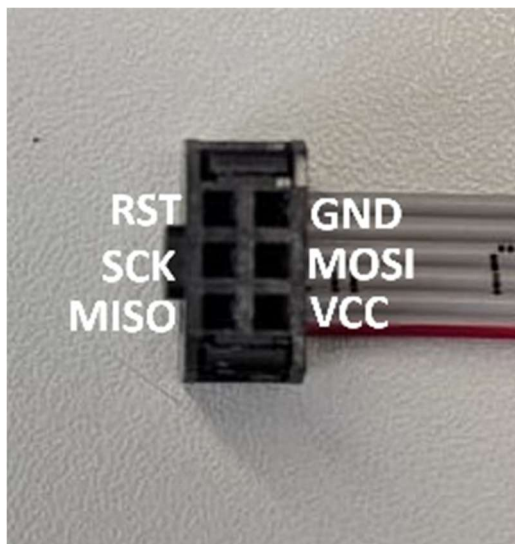

Abbildung 3, PINs AVRISP mkII
Der Ordner **Programm-Seitenlicht** beinhaltet das Programm, welches auf den ATtiny85V-10SU zu laden ist, um ein Betrieb mit Dauerlicht oder einem Blinkintervall von einer Sekunde zu ermöglichen. Eine Möglichkeit, um das Programm auf den Mikrocontroller zu laden, ist die Verwendung des AVRISP mkII Programmiergeräts in Kombination mit dem Programm Microchip Studio. Das Programmiergerät hat die PINs VCC, MOSI, GND, MISO, SCK, RST. Diese sind mit den jeweiligen PINs auf der Platine zu verbinden. Das AVRISP mkII Programmiergerät hat eine andere Anordnung der PINs wie die PINs auf der Platine, sodass ZipWire zwischen Platine und AVRISP mkII verwendet werden müssen [4]. Die PINs auf der Platine sind direkt beschriftet. Die des AVRISP mkII sind am Konnektor in zwei Spalten mit je drei Reihen angeordnet. Die Seite, bei der die Kabel ankommen, ist die der zweiten Spalte. An der Stelle wo VCC ist, ist ein rotes Kabel. In der Spalte mittig ist MOSI und am anderen Ende GND. Gegenüber von VCC in Spalte 1 ist MISO. Mittig in Spalte 1 ist SCK und gegenüber von GND ist RST [4]. Abbildung 3 zeigt diesen Konnektor. Für die Programmierung ist außerdem die Inbetriebnahme erforderlich. Hierfür sollte ein externes Netzteil mit einer Spannungsversorgung von 6 V verwendet werden, denn das Programmiergerät liefert über den VCC PIN keine Spannung, sondern misst diese nur. Das Netzteil lässt sich ebenfalls über ZipWire Kabel anschließen. Außerdem ist SW1 mit einem solchen Kabel zu brücken. Um einen vollständigen Funktionstest zu realisieren, sollte eine EL Folie angeschlossen werden. Wenn die richtigen PINs miteinander verbunden sind und Spannung auf die Schaltung gegeben wird, leuchtet ein grünes Lämpchen am AVRISP mkII [4]. Die Abbildungen 4 und 5 zeigen Nummern auf, diese werden im Folgenden aufgegriffen. Um das Programm auf den Mikrocontroller zu laden, ist in Microchip Studio unter dem Reiter "Tools"(1) der Punkt "Device Programming"(2) zu öffnen. Als "Tool"(3) ist AVRISP mkII und als "Device"(4) ATtiny85 und als "Interface"(5) ISP zu wählen. Nun ist "Apply"(6) auszuwählen. Folglich erscheinen weitere Punkte und unter "Memories"(7) ist für "Flash"(8) die Hex-Datei Programm\_Seitenlicht auszuwählen. Mit dem Button "programm"(9) lässt sich die Programmierung vornehmen. Anschließend ist die Schaltung von der Spannung zu trennen und das Programmiergerät zu entfernen. Erst wenn das Programmiergerät von der Platine getrennt wird, zeigt sich eindeutig, ob die Programmierung erfolgreich verlaufen ist, sodass für einen abschließenden Funktionstest erneut Spannung auf die Schaltung zu geben ist.